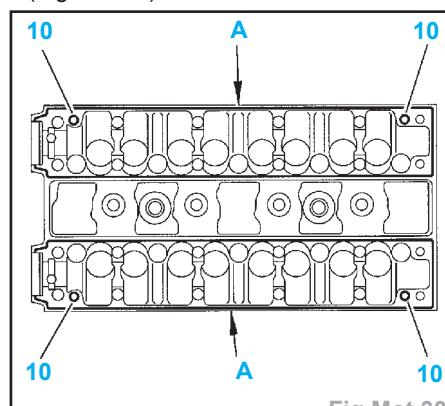

Fig.Mot.30
- Vérifier la présence des goupilles (10) (Fig.Mot.30).